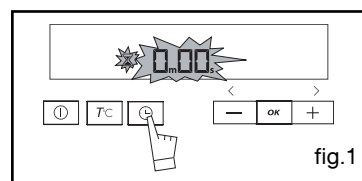

fig.1
- Appuyez 3 fois sur la touche  (fig.1)